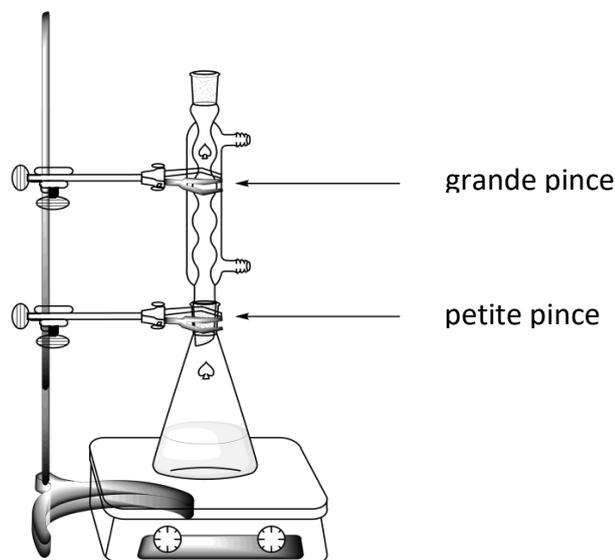

Figure 1. Montage de chauffage au reflux du mélange réactionnel
4. **Adapter** le réfrigérant en desserrant la grande pince et en ajustant les rodages (voir figure 1). **Lever** la carte « HELP ». Un assistant de laboratoire viendra ouvrir le robinet d'eau et mettre en route la plaque chauffante.
2. À l'aide du montage à reflux (voir figure 1), **recristalliser** le produit brut présent dans l'erlenmeyer à col rodé de 50 mL en utilisant la quantité nécessaire du mélange eau-éthanol préalablement réalisé. **Lever** votre carte HELP. Un assistant de laboratoire viendra ouvrir le robinet et mettre en route la plaque chauffante. Si nécessaire, **ajouter** le solvant par le haut du réfrigérant.